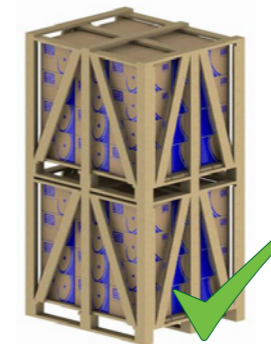
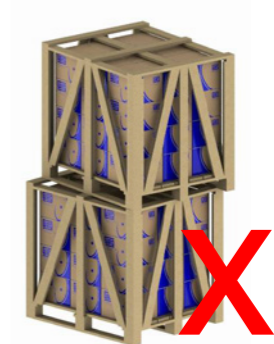

Figura 5.1 - Montaje adecuado.
Figura 5.2 - Montaje inadecuado.
- 2) Posicione correctamente un embalaje sobre el otro (ver Figura 5.1 y Figura 5.2).